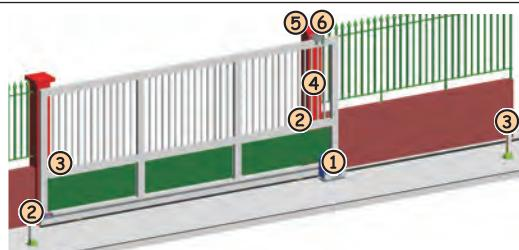

Fig. 3
4. Disposer les câbles électriques pour la connexion aux accessoires et l'alimentation électrique d'après la Fig. 3.
En suivant les indications de la Fig. 3, disposer les câbles dans les canalisations et réaliser les connexions électriques aux accessoires choisis. Toujours séparer les câbles d'alimentation des câbles de commande et de sécurité (bouton-poussoir, récepteur, photocellules, etc.). Utiliser des gaines séparées pour éviter toute perturbation électrique.